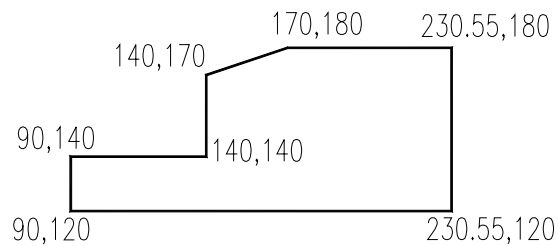

Fig. U2.6
1. Se deschide formatul șablon *acadiso.dwt*. Se realizează desenul din Fig. U2.6 (comanda *LINE*) utilizând numai *coordodatele carteziene absolute*. Se salvează desenul cu numele *A3.dwg*.